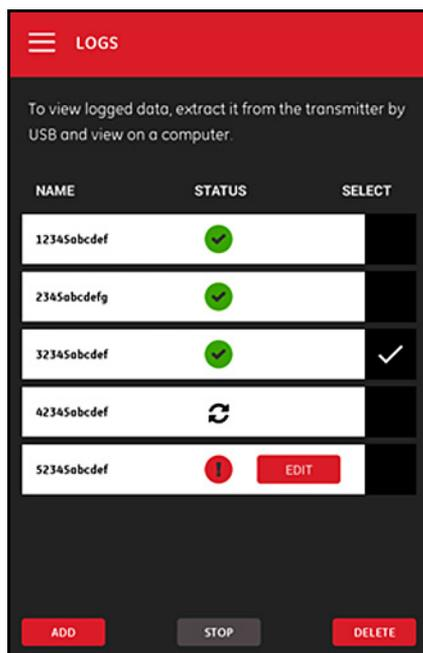

Figure 100 : menu principal LOGS (JOURNAUX)
Le menu principal **LOGS** (JOURNAUX) (voir la *Figure 100* ci-dessous), répertorie l'ensemble des journaux existants ainsi que leur statut actuel. Vous pouvez modifier, arrêter ou supprimer chaque journal en fonction de son statut actuel.
1. Dans le menu principal **LOGS (JOURNAUX)** (voir la *Figure 100* à la *page 104*), cliquez sur la colonne **SELECT (SÉLECTIONNER)** à droite du journal que vous souhaitez supprimer.
1. Dans le menu principal **LOGS (JOURNAUX)** (voir la *Figure 100* à la *page 104*), cliquez sur la colonne **SELECT (SÉLECTIONNER)** à droite du journal que vous souhaitez arrêter.
1. Dans le menu principal **LOGS (JOURNAUX)** (voir la *Figure 100* à la page 104), cliquez sur la colonne **SELECT (SÉLECTIONNER)** à droite du journal que vous souhaitez modifier.